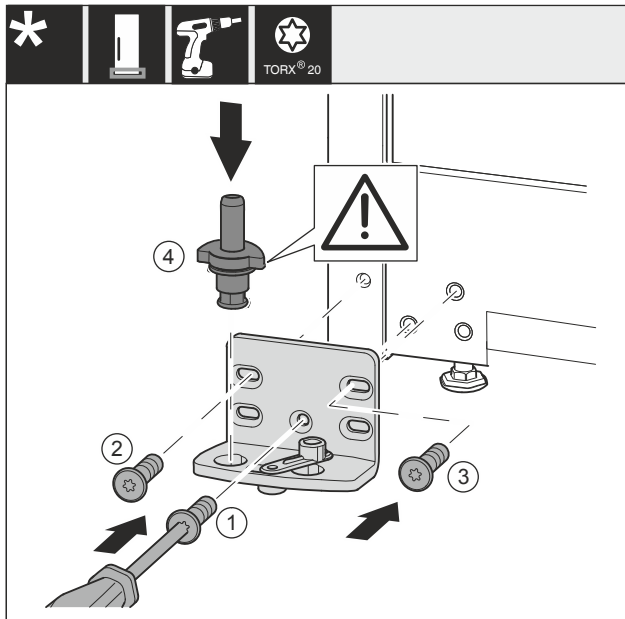

Fig. 38 *
- ▶ Lagerbok aan de andere zijde plaatsen en met behulp van een schroevendraaier er in schroeven. Met de Fig. 38 (1) onder in het midden beginnen.*
- ▶ Schroef Fig. 38 (2) en Fig. 38 (3) vastschroeven.*
- ▶ Lagerbouten Fig. 38 (4) volledig insteken. Let hierbij op dat het vergrendelingslipje naar achteren wijst.*